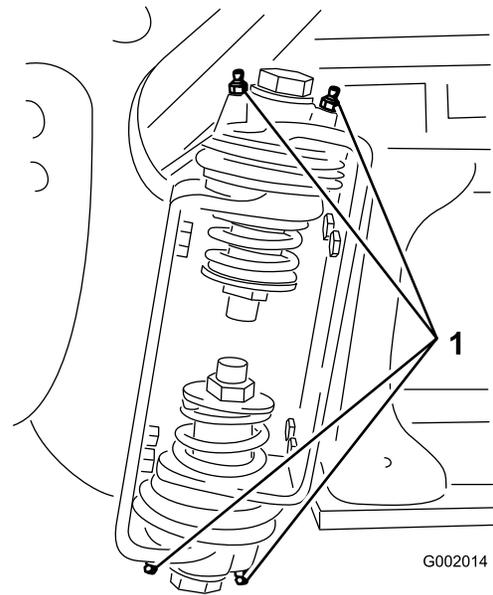

Figure 65
- Injectez la graisse dans le roulement ou la bague au niveau de chaque graisseur (Figure 65).